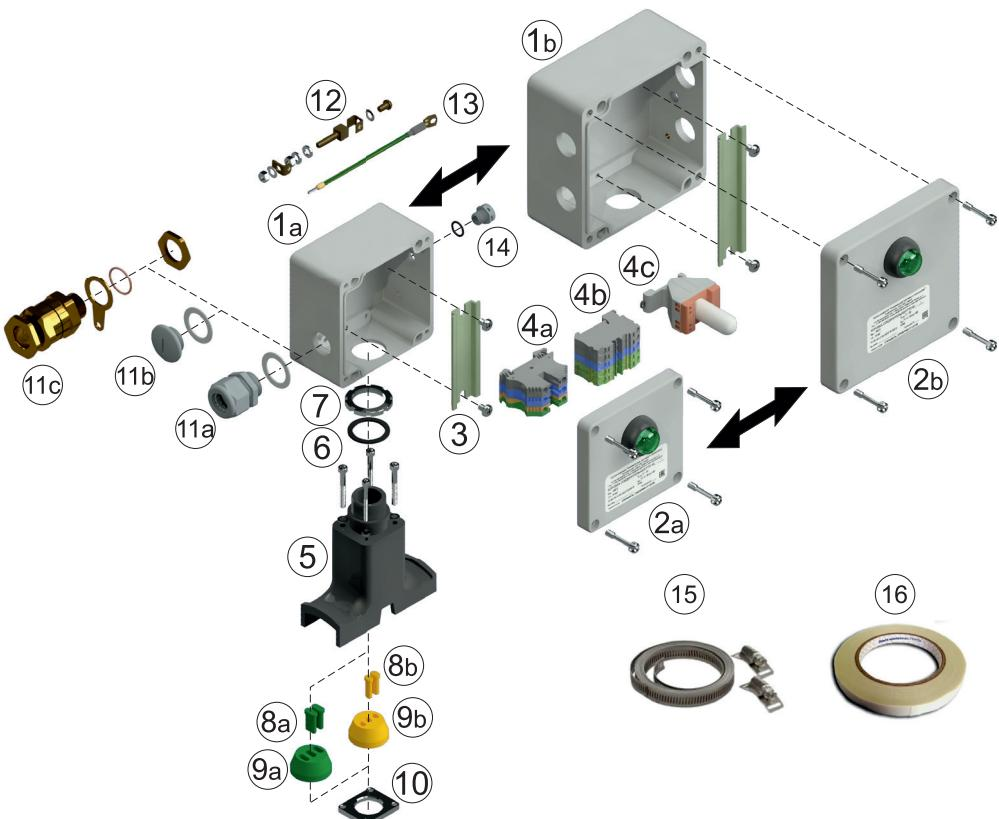

Рисунок 3.
**Шаг 3:** Сверху на нагревательные секции, собранные вместе, наденьте пластины УВК.0012 (Поз.10 на Рис. 3) таким образом, чтобы скругленные края внутреннего отверстия пластины были обращены вниз.